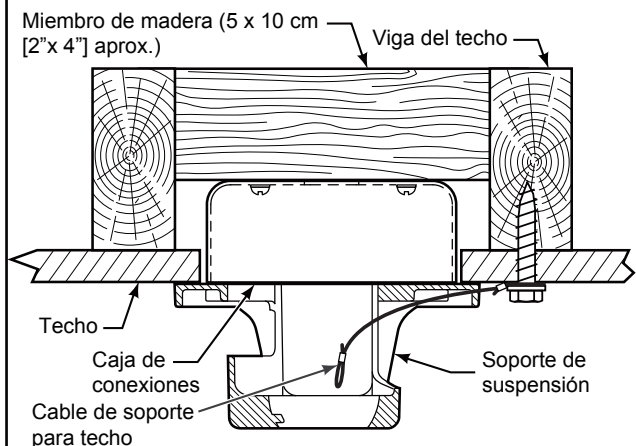

Figura 3
1. Perfore un orificio de 1/4" en la estructura del edificio para evitar grietas con la instalación del tornillo de intervalo. Utilice el tornillo de intervalo de 3/8"x2" y la arandela plana para fijar el cable de seguridad a la viga del techo o a la estructura de madera. Dicho tornillo pasará a través de arandela plana, la presilla del cable de seguridad y se fijará en la estructura del edificio. (Figura 3)
NOTA: El cable de soporte para techo no se puede asegurar solamente a la caja de conexiones; se debe asegurar directamente a la viga de techo o miembro estructural con el tornillo de cabeza cuadrada de 3/8"x2" y la arandela plana. (Figura 3)